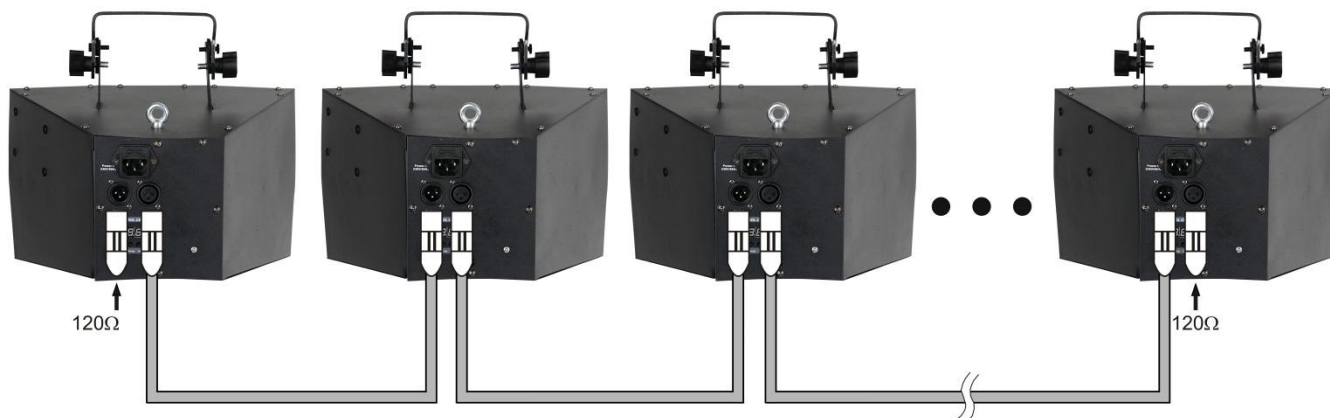

Abb. 2
4. Verbinden Sie die Geräte so wie in (Abb. 2) gezeigt. Verwenden Sie ein DMX-Datenkabel, um die DMX-„OUT“-Buchse des ersten Geräts mit der „IN“-Buchse des zweiten Geräts zu verbinden. Wiederholen Sie diesen Vorgang, um das zweite, dritte und vierte Gerät ebenfalls zu verbinden. Mit dem Master-Gerät stehen Ihnen dieselben Funktionen wie auf Seite 12 beschrieben (Auto-Modus oder Musiktaktung) zur Verfügung. Das bedeutet, dass Sie den gewünschten Operationsmodus am Mastergerät einstellen können und dass dann alle Slave-Geräte genauso reagieren wie dieses Gerät.